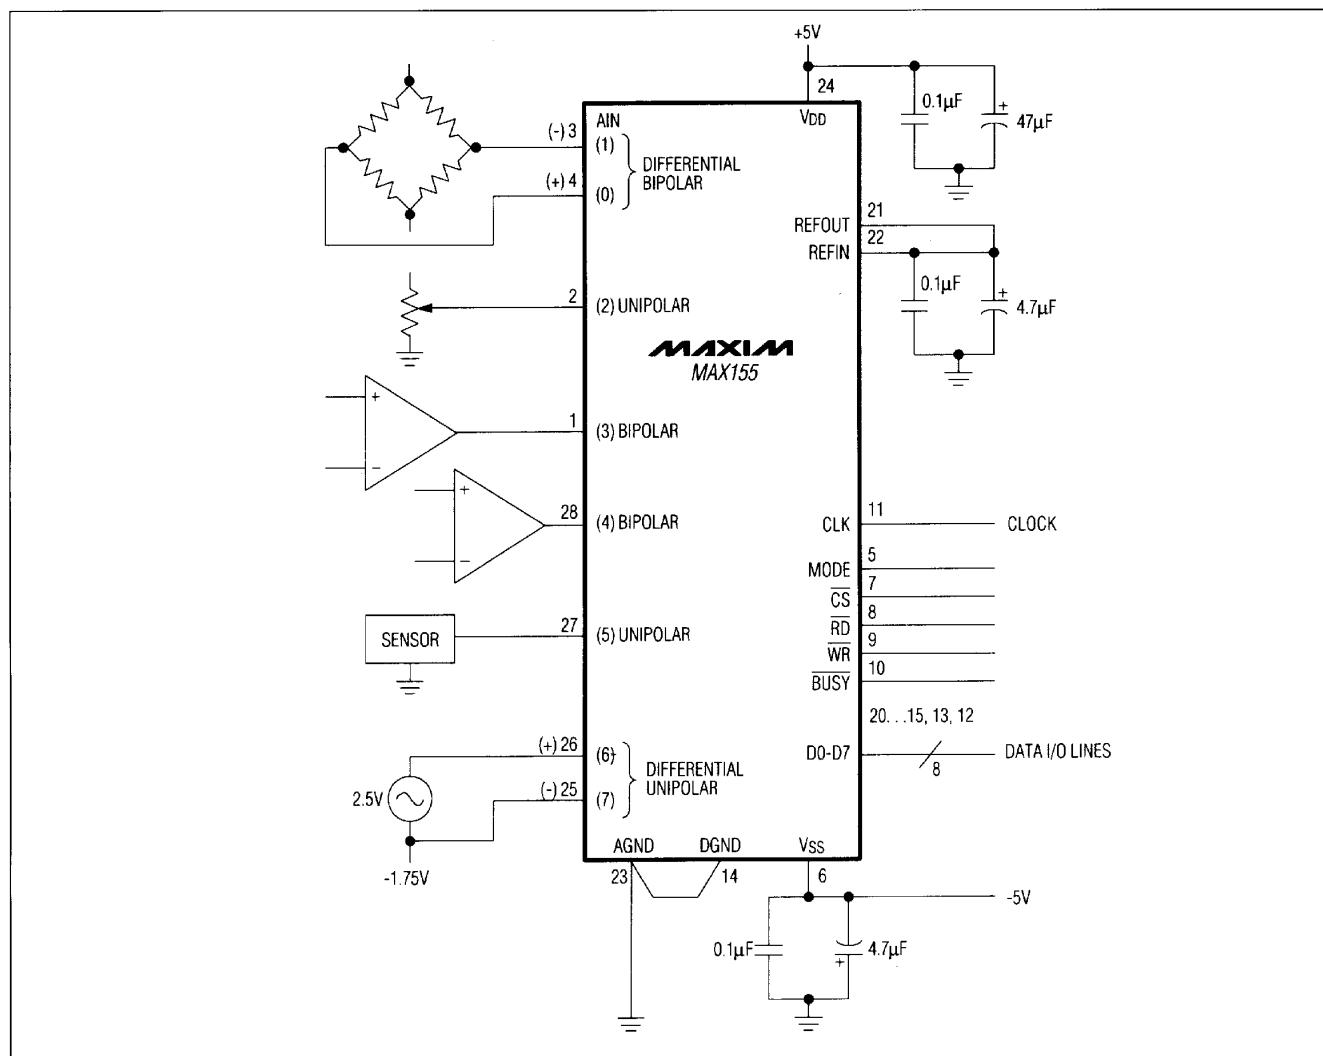

図10. MAX155/MAX156の標準動作回路
ここで、Nは変換を行うチャネル数です。この式は1クロック・サイクルの不確実性を含んでいます。単一チャネル、5MHzクロック時の変換時間は、 $(9 \times 1 \times 2) / 5\text{MHz} = 3.6\mu\text{s}$ となります。MAX155では、8チャネル時の最大変換時間は、 $(9 \times 8 \times 2) / 5\text{MHz} = 28.8\mu\text{s}$ です。6入力に設定されている応用例（図10）では、変換時間は $(9 \times 6 \times 2) / 5\text{MHz} = 21.6\mu\text{s}$ です。
この例におけるMAX155/MAX156のアドレスおよび設定入力は、表2、3での必要なチャネル設定を選択することによって決定されます。図10に表5での構成概要を図示します。
3. データをRAMから読み出す際には、INH=“ロー”としRDストローブを与えます。この例(図10)での6チャネル構成では、6回のRDパルスによって差動チャネル(1, 0)から始まるすべてのデータにアクセス可能です。さらにRDパルスを与えると、最小チャネル番号のデータに再度アクセスします。